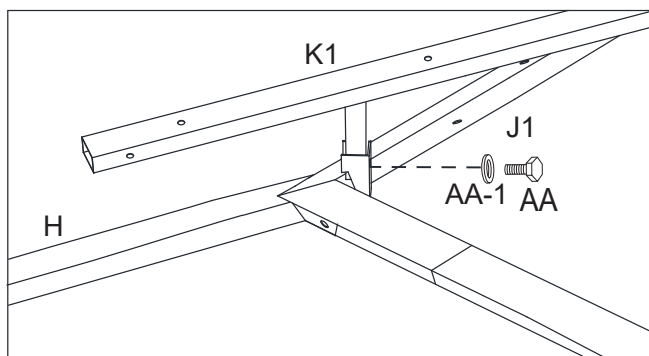

Figure 11-1
11.1. Attacher le cadre de l'évent de toiture au toit principal en insérant les supports d'angle de l'évent de toiture (K1) dans le cadre de l'évent de toiture au cadre supérieur (J1) du toit principal à l'aide des boulons (AA) et des rondelles (AA-1). Voir la figure 11-1.